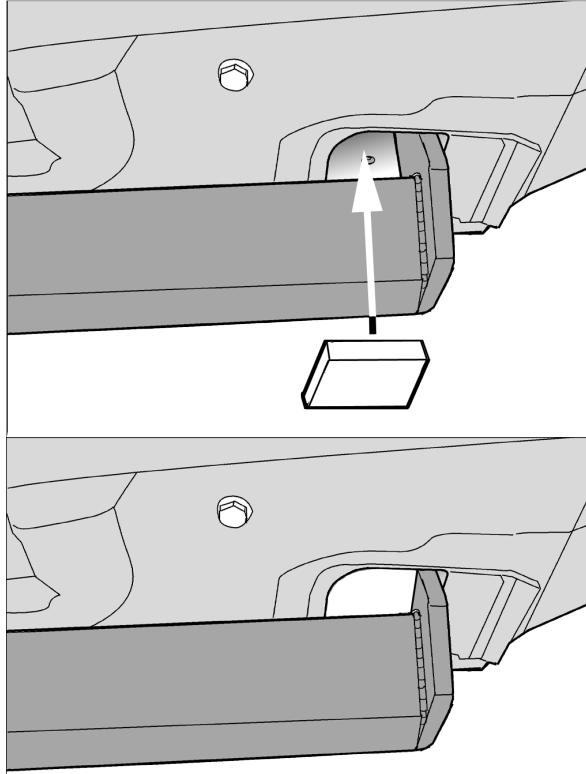

FIG.2
4. Bei den Befestigungspunkten die Aufkleber entfernen. Die Anhängervorrichtung im Langsträger anbringen und mit Hilfe von vier M10x30-selbstsichernder ripp Schrauben einschließlich Gegenplatten (40x40x5) befestigen. Die beiden PE-Schaumblöcke als Abdichtung im Langsträger anbringen (siehe Bild. 2). Die Stoßstange wieder anbringen. Die Kugelstange wird mit Hilfe von einer M12x65/21.2-Schraube und einer M12x70/26.2-Schraube inklusive Steckerplatte, Unterlegscheiben und selbstsichernder Muttern an die Anhängevorrichtung montiert. Sämtliche Kugelbefestigungsschrauben gemäß den Angaben in der Tabelle festdrehen. Das unter punkten 1 und 2 entfernte wieder anbringen.
4. Retirer les collants à l'emplacement des points de fixation. Positionner l'attache-remorque dans le châssis et la fixer à l'aide de quatre vis à embases crantée M10x30, y compris les contre-plaques (40x40x5) Mettre les deux blocs de mousse PE pour le colmatage dans les barres de châssis (voir la fig. 2). La barre à rotule est montée sur l'attache-remorque à l'aide de d'un boulon M12x65/21.2 et d'un boulon
sit och fästes med fyra flänskruv med låständer M10x30, inklusive motbrickorna (40x40x5). De två PE-skumblocken placeras som tätning i chassi-balkarna (se fig. 2). Sätt tillbaka kofångaren. Kulstången monteras vid dragkroken med en skruv M12x65/21.2 och en skruv M12x70/26.2 inklusive kontaktplatta, planbrickor och självlåsande muttrar. Momentdrag kulans monteringsskruvar enligt tabellen. Sätt tillbaka det som avlägsnades under punkt ett.
4. Fjern mærkaterne på montagepunkterne. Anbring anhængertrækket i chassiset og monter dette med fire flangebolt med fortanding M10x30 inkl. kontraplader (40x40x5). Anbring de to PE skumgummistykker til at tætte chassisvangerne med (jævnfør fig. 2). Sæt kofangeren på plads igen. Kuglestangen monteres på anhængertrækket med en bolt M12x65/21.2 og en bolt M12x70/26.2 inklusiv kontaktplade, planskiver og selvlåsende møtrikker. Spænd boltene til montage af kuglen ifølge tabellen. Monter de dele, der blev fjernet under punkt 1 inklusiv udstødningsophænget.
4. Retirar a la altura de los puntos de fijación los adhesivos. Colocar el gancho de remolque en el chasis y fijarlo con cuatro tornillos de cabeza hexagonal con arandela dentada incorporada M10x30 inclusive contratuercas (40x40x5). Colocar ambos bloques de espuma PE en los travesaños del chasis para obturarlos (véase la fig. 2). Volver a colocar el parachoques. La bola se monta en el gancho de remolque por medio de uno tornillo M12x65/21.2 y uno tornillo M12x70/26.2 inclusive placa enchufe, arandelas planas y tuercas de seguridad. Apretar los tornillos de fijación de la bola según los puntos indicados en la tabla. Volver a poner lo retirado bajo punto 1 inclusive la suspensión del tubo de escape.
4. Rimuovere gli adesivi applicati sui punti di fissaggio. Posizionare il gancio traino nel telaio e fissarlo mediante quattro bulloni autobloccanti M10x30, corredati di contropiastre (40x40x5). Impiegare i due blocchi di polistirolo espanso per chiudere i montanti del telaio (vedi fig. 2). Rimontare il paraurti. L'asta della sfera viene montata sul gancio traino mediante due bulloni M12x75/31.8, completi di piastra di collegamento, rondelle e dadi autobloccanti. Serrare i bulloni di fissaggio della sfera alla coppia di serraggio indicata in tabella.
4. Oczyścić w miejscach kontaktu haka holowniczego z pojazdem z masy bitumicznej. W punktach mocowania odkleić taśmę zabezpieczającą. Hak holowniczy przyłożyć do pojazdu a następnie skręcić za pomocą czterech śrub M10x30 (śruby samo kontrującą) wraz z płytami kontrującymi (40x40x5). Dwa bloki z pianki PE wykorzystać jako element uszczelniający i umieścić w podłużnicach rys.2. Zderzak ponownie zamontować. Kulę haka holowniczego skręcić za pomocą jedna śrub o wymiarach M12x65/21.2 i jedna śrub o wymiarach M12x70/26.2 i razem z podstawą pod gniazdo pamiętając równocześnie o podkładkach płaskich i nakrętkach samo kontrujących. Wszystkie śruby i nakrętki dokręcić z odpowiednim momentem obrotowym podanym poniżej w tabeli.